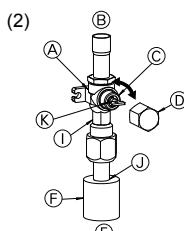

Fig. 4-7
⑭ Stop valfinin tamamen açık olduğundan emin olun ve başlığı çevirerek tekrar ilk konumuna getirin.
(2) Kapama vanasının gaz tarafı (Fig. 4-7)
- ⑮ Başlığı çıkarın, kolu kendinize doğru çekin ve açmak için saat yönü tersinde 1/4 tur döndürün.
- ⑯ Kapama vanasının tamamen açıldığından emin olun, kolu itin ve başlığı çevirerek ilk konumuna getirin.